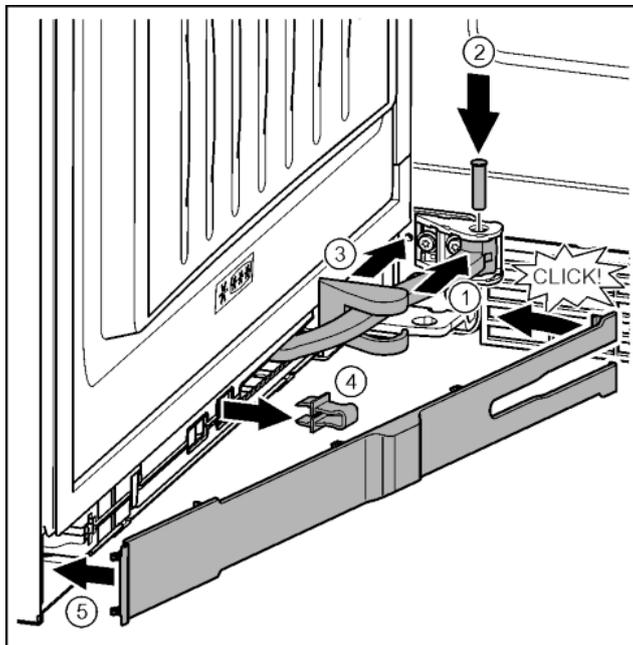

Fig. 43
- ▶ Okrenite zglob u ovjesu. *Fig. 43 (1)*
- ▶ Pomoću odvijača T15 stavite svornjak u ovjes i zglob. Pritom pazite da ispušćenje za blokiranje ispravno dosjedne u utor. *Fig. 43 (2)*
- ▶ Pomaknite pokrov podloška ležaja uzduž zgloba i montirajte ga iznad ovjesa. *Fig. 43 (3)*
- ▶ Skinite osigurač. *Fig. 43 (4)*
- ▶ Postavite masku na strani prijanjanja i zakrenite ju prema unutra. *Fig. 43 (5)*